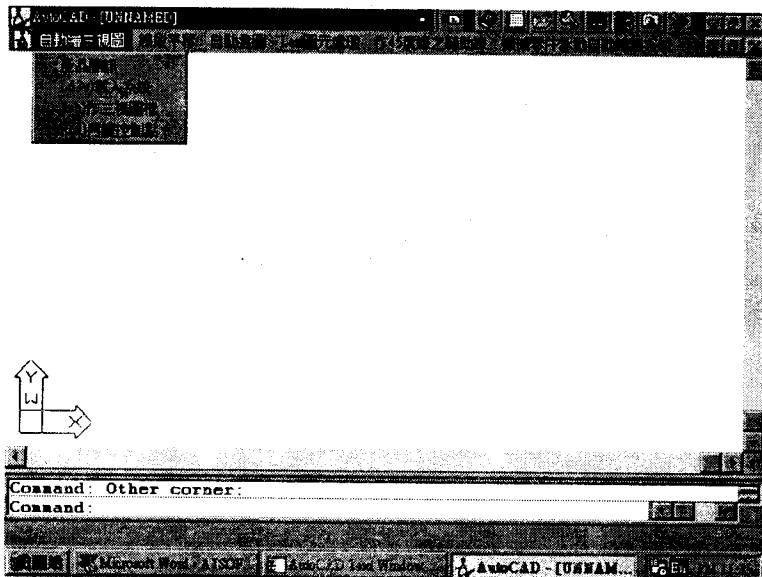
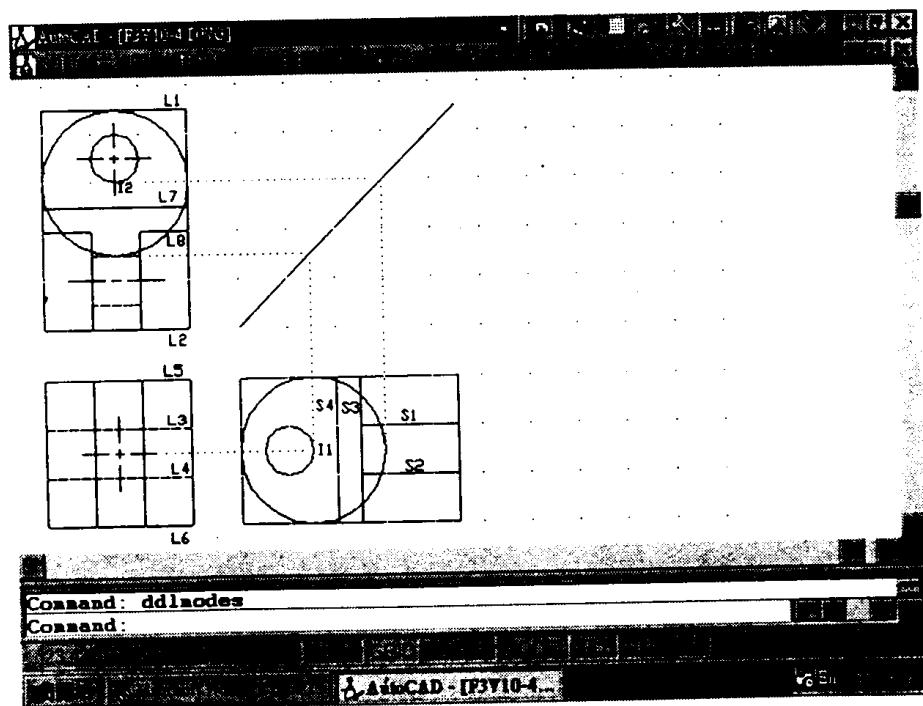

图 0-1
图 0-5
(1) 2D 三视图自动绘制系统：软件功能菜单及图例见图 0-1～图 0-5。